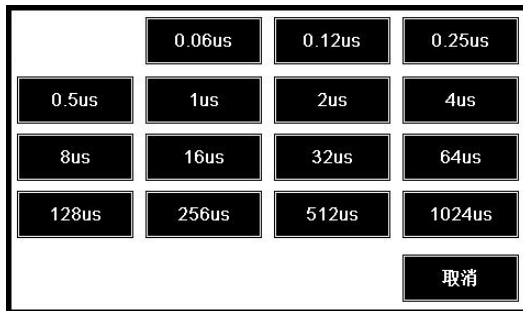

图 3.4.2.2 采样周期
- 采样周期，该参数设置声时的测读精度，如图 3.4.2.2 所示，共有 0.06us、0.12us、0.25us、0.5us、1us、2us、4us、8us、16us、32us、64us、128us、256us、512us、1024us，16 档可选，根据收发换能器的距离（跨距）及对时间精度要求而定，在测量试块、芯样等小尺寸构件时可适当选小值，反之测距较大时可选择较大值。仪器默认值为 0.5us。